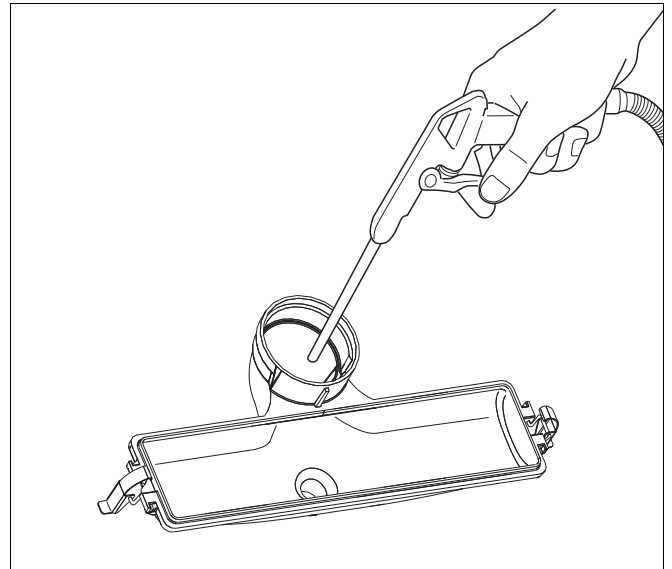

Fig. 89 Condensbak reinigen
- Reinig de condensbak mechanisch, met perslucht of een zachte borstel en spoel deze met water uit (→ fig. 89).